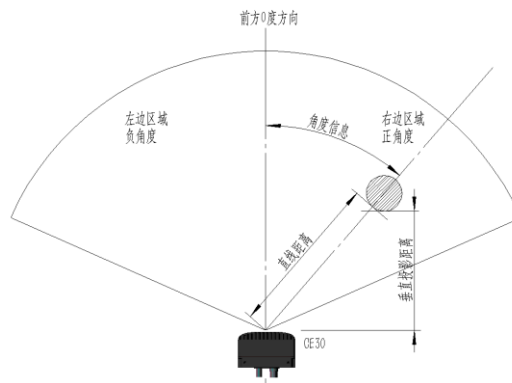

图 8 测试数据说明 (俯视图)
- 1) 雷达提供的数据形式为: 障碍物到机器前表面的垂直距离(投影距离), 以及障碍物最近点的角度值, 即(z, θ), 雷达正前方为 0 度方向, 左边为负值角度, 右边为正值角度。见图 8。